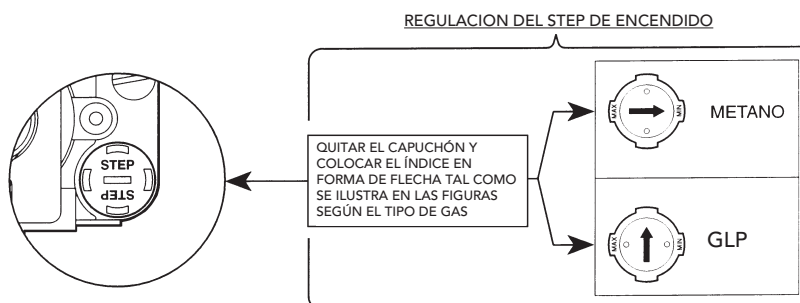

Fig. 6
- 2 Quitar el pequeño capuchón de protección **3** (fig. 6) de la válvula de gas. Con un pequeño destornillador, regular el "STEP" de encendido para el gas deseado (G20-G25 o G30-G31) y volver a poner el capuchón.